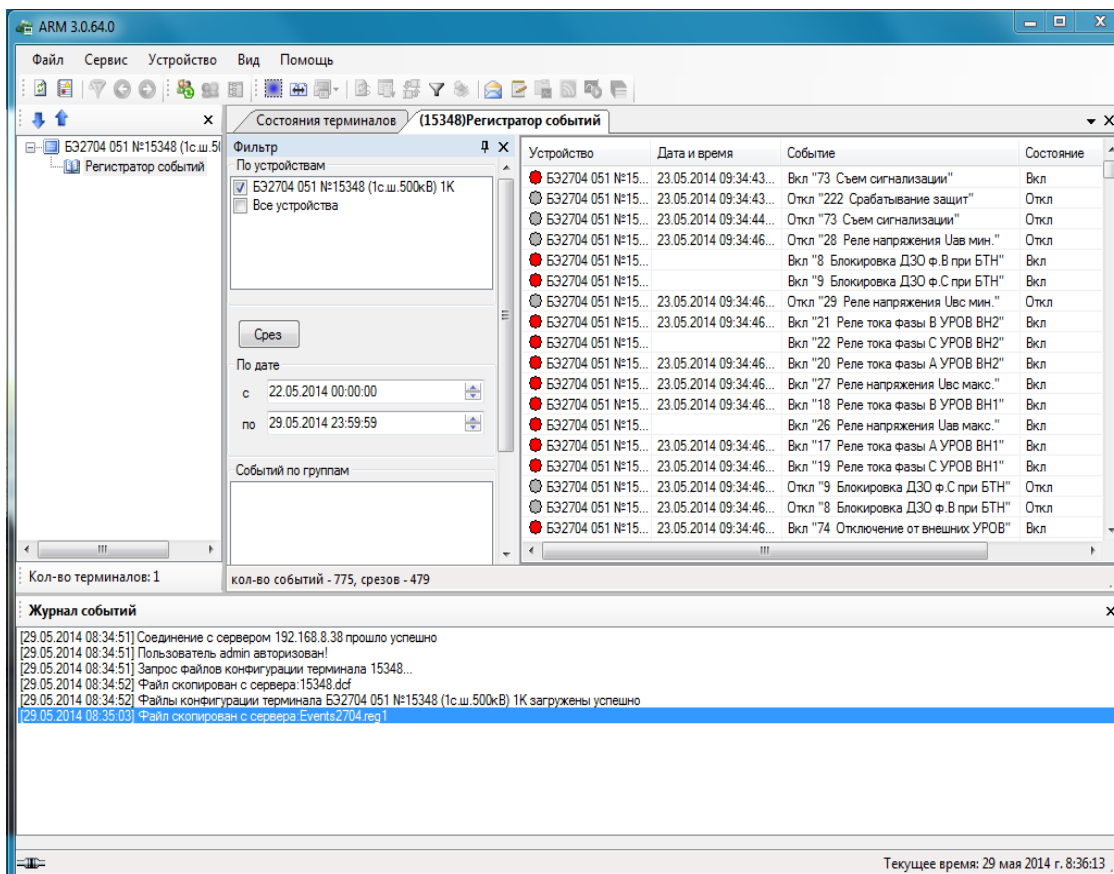

Рисунок 6.130
– в программе АРМ-релейщика в меню терминала БЭ2704 выбрать пункт **Регистратор событий**, в котором можно просматривать события (рисунок 6.130).